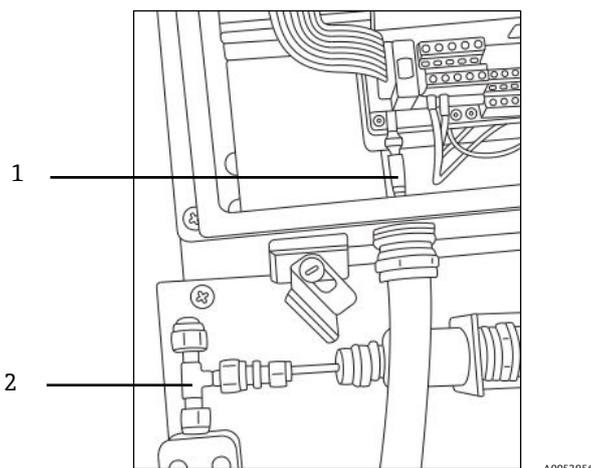

Figure 90. Retirer l'écrou de connecteur (côté analyseur)
11. Desserrer l'écrou du connecteur de la sonde au niveau du connecteur SMA, à l'intérieur du boîtier de l'analyseur. Voir la figure 90.